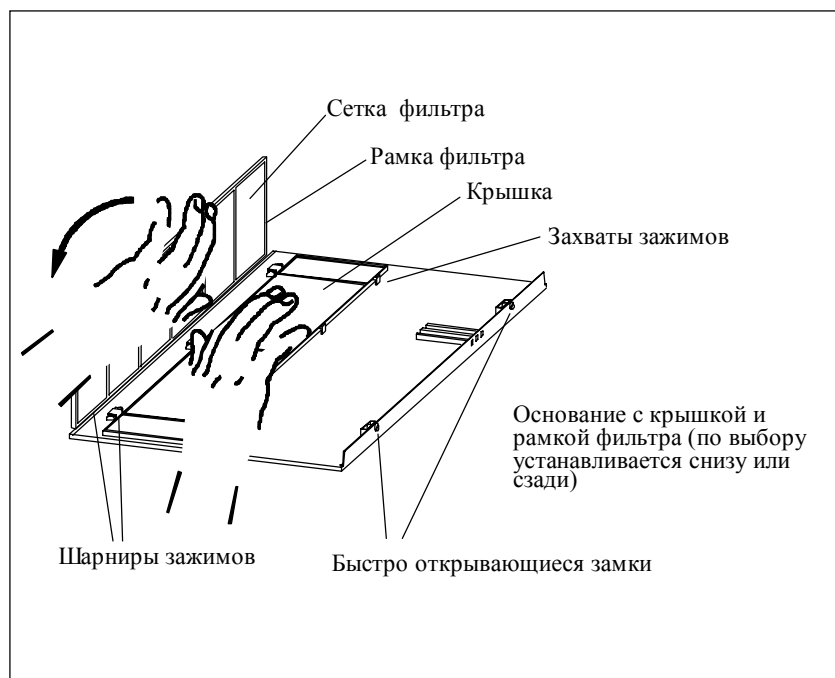

Рис. 9-6. Замена рамки с фильтром
□ см. рис. 9-6). Это освободит рамку фильтра от зажимов.